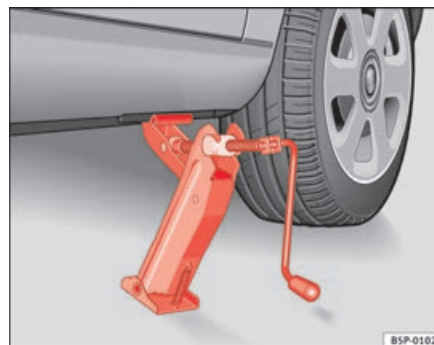

Fig. 180 Colocação do macaco
- Ajustar o macaco de modo a que a respectiva garra envolva o perfil da longarina inferior e a base móvel fique totalmente assente no chão ⇒ fig. 180.